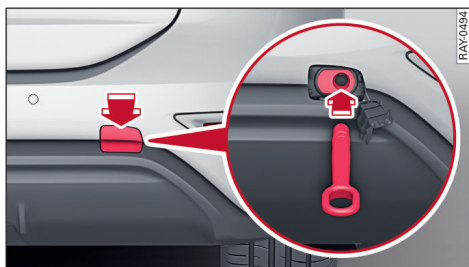

图 138 后保险杠：拧入拖车环
- ▶ 短促有力地向内按封盖 ⇨ 图 138。封盖从保险杠上自行脱开。